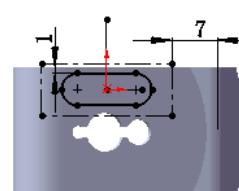

图 7.29 编辑草图
(4) 编辑草图，如图7.29所示。退出草图环境，完成成形特征1的创建。